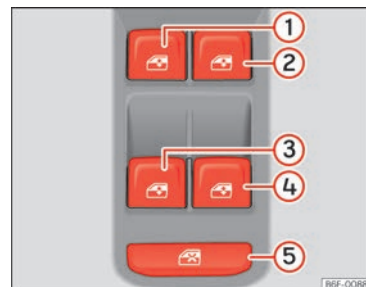

Abb. 86 Ausschnitt der Fahrerfürt: Schalter für die Fenster.
Mit dem Sicherheitsschalter >>> (Abb. 86) ⑤ in der Fahrertür können die Fensterheber-Tasten in den hinteren Türen außer Funktion gesetzt werden.